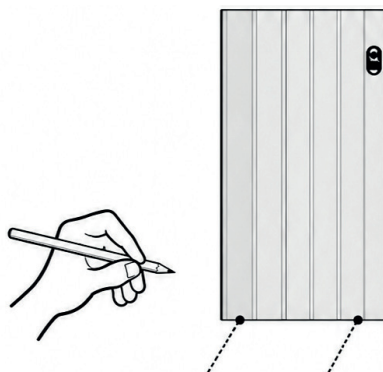

Fig10
1. Une fois le chauffage en place, faites deux marques sur le mur à l'endroit où les deux supports (A) seront fixés. Assurez-vous qu'ils sont alignés avec le mur. (Figure 10).